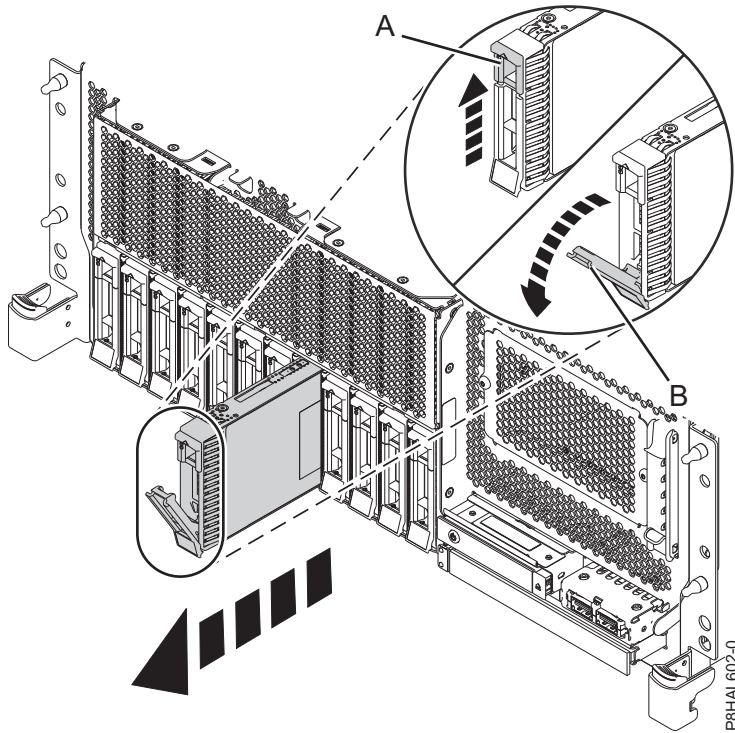

Figure 57. Retrait d'une unité de disque d'un système à fonction de base monté en armoire
3. Déverrouillez la poignée de l'unité (**B**) en appuyant dessus (**A**) et en la tirant vers vous. Voir : figure 57, à la page 64, figure 58, à la page 64, figure 59, à la page 65 et figure 60, à la page 66. Si la poignée n'est pas complètement sortie, vous ne pouvez pas retirer l'unité SSD du système.